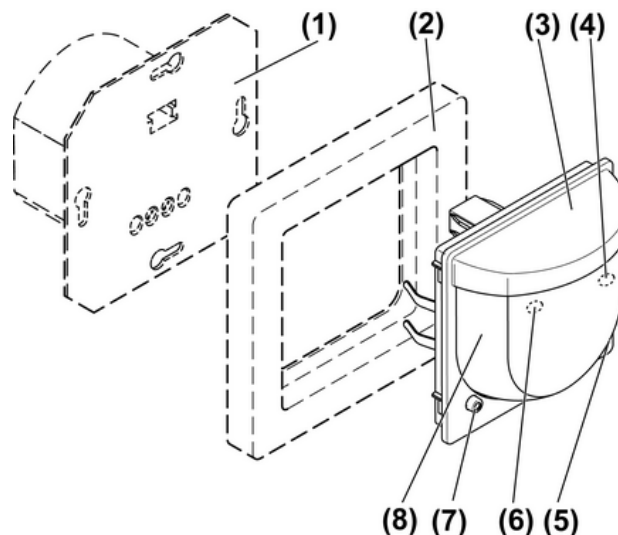

Bild 1
Hinter der Linse (8) befinden sich eine rote (4) und eine gelbe (6) LED (Bild 1) zur Signalisierung verschiedener Betriebszustände.